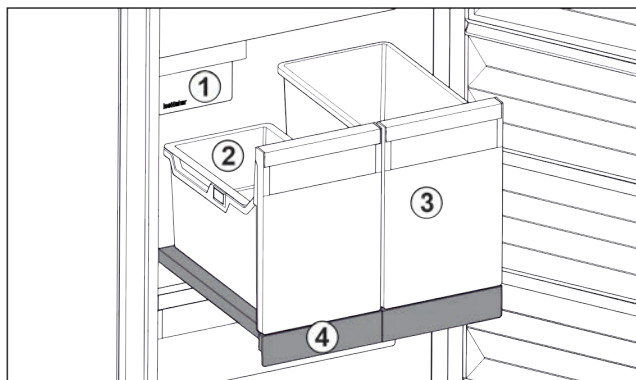

Fig. 22 Выдвижная панель с IceTower
- (1) IceMaker
- (2) Подвесной лоток для кубиков льда
- (3) Контейнеры для пиццы, алкогольных напитков
- (4) Выдвижная панель
На выдвижной панели находятся два высоких контейнера (IceTower). В контейнере Fig. 22 (2) собираются и хранятся кубики льда из IceMaker. Контейнер Fig. 22 (3) подходит для хранения высоких продуктов, таких, как пицца или алкогольные напитки.